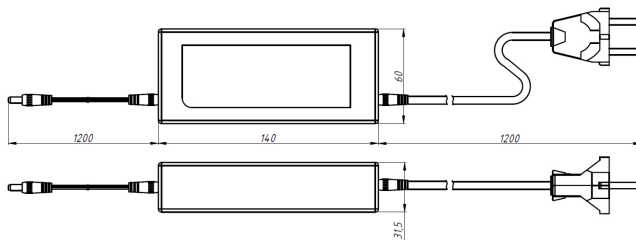

Рисунок 2 – Габаритные размеры блока питания Geniled GL-72V12WP20.
*\*примечание: не учитывается провод и вилка AC 220V. Полный размер с вилкой (без провода) – 92x28x99 (12W); 85x50x70 (30W); (ДхШхВ). Для 72W см. рисунок 2.*